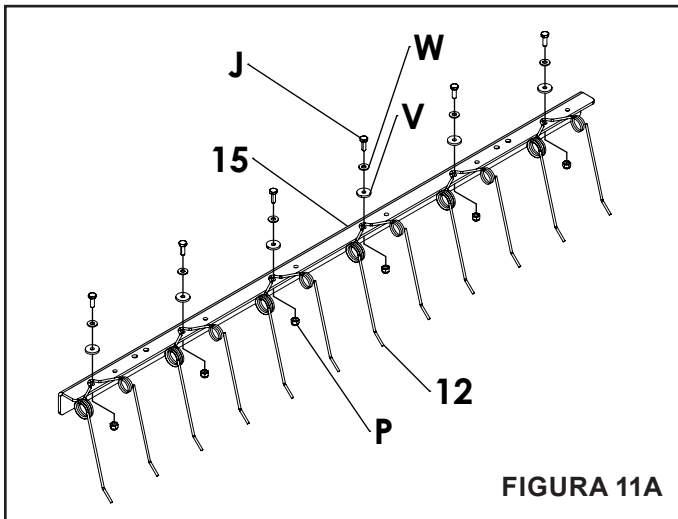

FIGURA 11A
- En un soporte de montaje de púas (15), fije seis resortes del desescarificador (12) utilizando seis pernos hexagonales (J), seis arandelas (W) y seis arandelas de goma (V). Ver figura 11A.
- Asegure los pernos hexagonales (J) y las arandelas utilizando seis tuercas hexagonales con seguro (P). La pieza (P) debe quedar al ras con el extremo del perno.